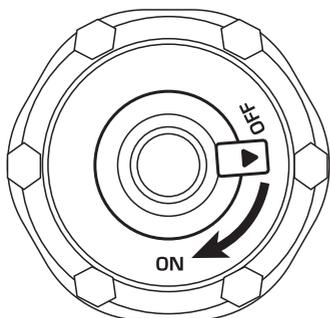

Рис. 13. Открытие клапана вентиляции топливного бака
4. Откройте клапан вентиляции в крышке топливного бака, для чего установите его в положение «ON» (Открыто) (Рис. 13).
4. Закройте клапан вентиляции в крышке топливного бака, для чего установите его в положение «OFF» (Закрывается) (Рис. 13).